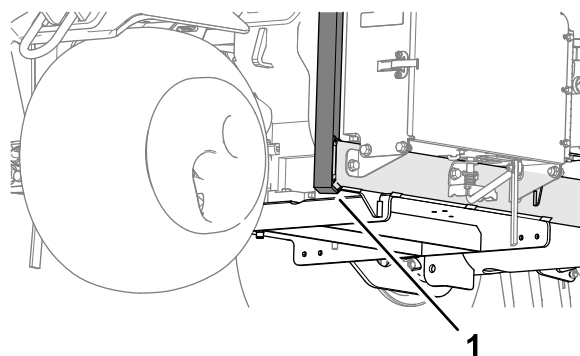

Figura 138
3. Poziționați cricul în siguranță sub braul de susținere a roii din față (Figura 138).